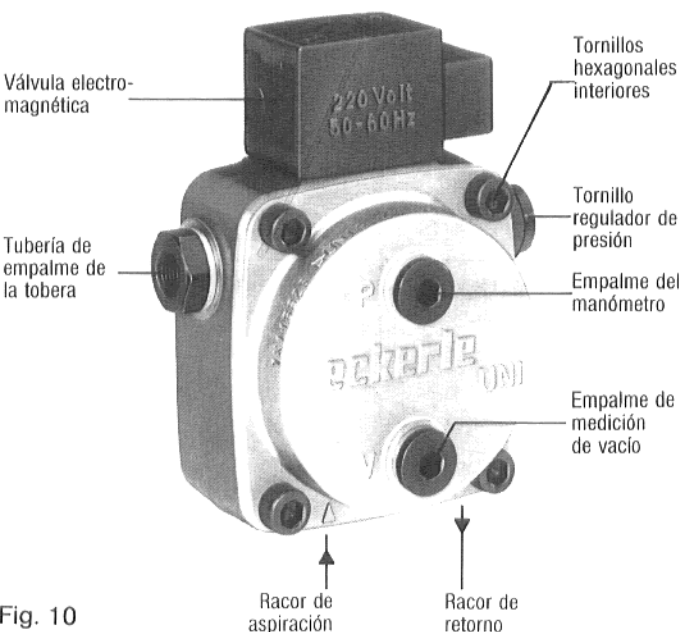

Fig. 10
3.2 Para limpiar el filtro de la bomba de fuel-oil en el modelo Eckerle, aflojar los cuatro tornillos hexagonales interiores (fig. 10).